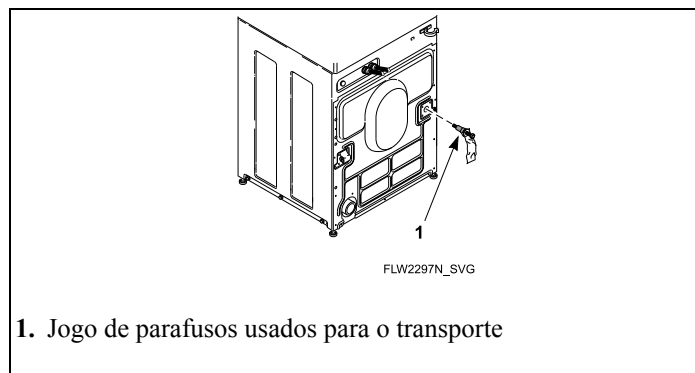

Figura 39
7. Insira os jogos de parafusos usados para o transporte nos respectivos orifícios. Consulte a *Figura 39*.